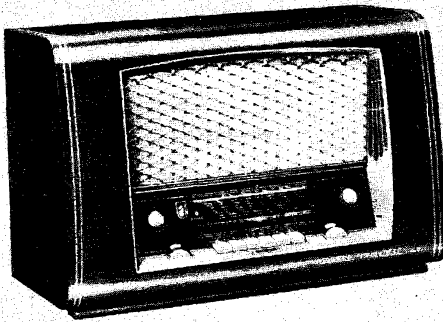
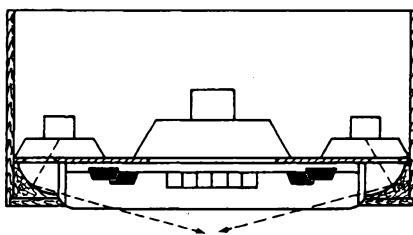
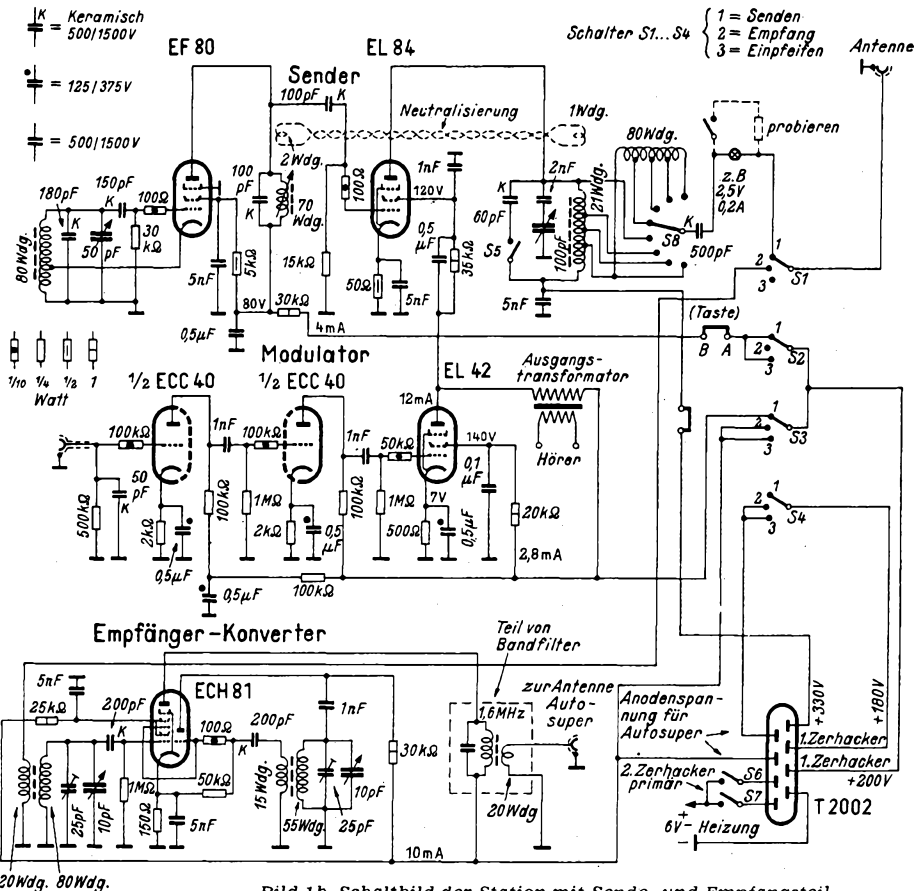
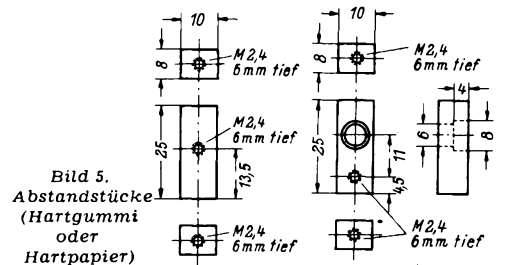

Bild 1. Kaiser-Walzer W 1145/3 D
Bild 2. Anordnung der Lautsprecher; die gestrichelten Pfeile deuten die seitliche Schallabstrahlung an
Bild 1b. Schaltbild der Station mit Sende- und Empfangsteil
Bild 5. Abstandstücke (Hartgummi oder Hartpapier)
Einen ähnlichen Weg beschritt die Firma Kaiser-Radio bei dem Gerät Kaiser-Walzer W 1145/3 D. Nach Bild 2 liegen hierbei drei Lautsprecher nebeneinander an der Frontseite des Gehäuses und ergeben den Strahlergruppeneffekt. Gleichzeitig aber wird durch die innen ausgekehlten Vorderholme der Klang nach Art des 3 D-Prinzips überkreuz nach den Seiten abgelenkt, d. h. ein Teil des Schalles vom linken Lautsprecher wird nach rechts geworfen und umgekehrt. Architektonisch wird dies nach Bild 1 sehr elegant dadurch gelöst, daß die tiefliegende Schallwand von einer Maske umgeben ist, die rechts und links seitlich Schallaustrittsöffnungen besitzt. Die Anordnung hat den Vorteil, daß die „Seitenstrahlung“ nicht durch Möbelstücke oder Zimmerwände behindert wird.
Der Sender ist gemäß Bild 1b zweistufig ausgeführt. In der Steuerstufe in ECO-Schaltung wird eine Röhre EF 80 benutzt. Zur Aussteuerung der Leistungsstufe (PA) mit der Röhre EL 84 ist keine sehr große Hf-Spannung erforderlich, so daß die Betriebsspannung der ECO-Röhre durch einen Vorwiderstand auf etwa 80 V herabgesetzt werden konnte. Die Abhängigkeit der Senderausgangsspannung von der Oszillatorbetriebspannung und der Aussteuerung zeigt Bild 2.
der Schaltung Bild 1b gestrichelt angedeutet) leicht durchzuführen.
Bild 5. Frequenzkurve des Modulationsverstärkers (Hf-Messung!); A = normale Schaltung nach Bild 1b, B = ein Kopplungskondensator im Modulationsverstärker auf 200 pF verkleinert